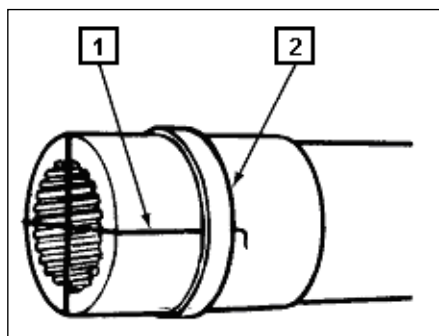

Fig 7-32. Fio colocado na boca do tubo
b. Procedimentos alternativos. (Fig 7-32 a 7-42)
(1) Generalidades - Estes procedimentos devem ser usados se o M26A1 não estiver disponível ou se o tubo estiver muito desgastado, não permitindo o ajuste correto do M26A1. Se o canal já está alinhado com o Can e o canal termal necessita alinhamento, basta apontar com o canal termal no alvo e seguir os passos **da letra (e) a (g) no número (6) da letra a.**
(2) Preliminares
(b) Colocar dois fios pretos(1) em cruz nas marcas existentes na boca do tubo, fixando-os(2) de modo que o centro da cruz fique no eixo central do tubo (Fig 7-32); usar as marcações existentes no tubo.